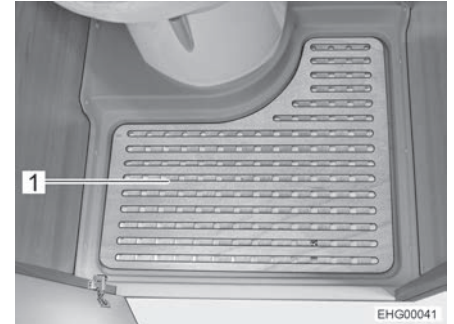

Bild 80 Uttagbar golvplatta
- Ta bort den uttagbara golvplattan (Bild 80,1) när du vill duscha.